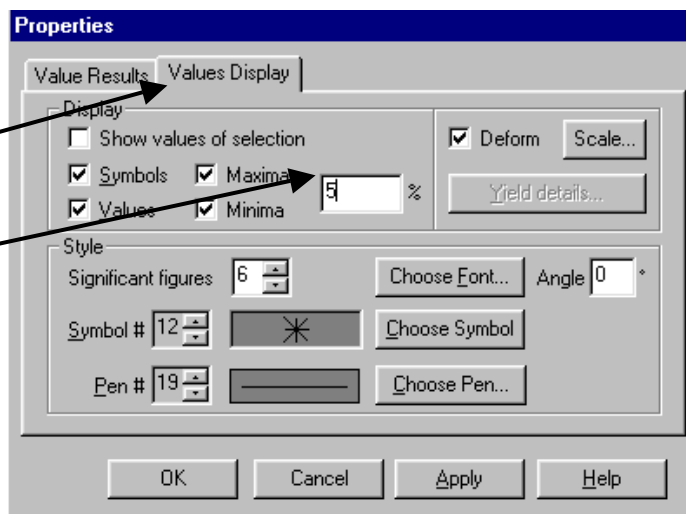

Fig. 49
- în aceeași casetă de dialog se selectează modul de afișare al rezultatelor (**Value Display**) (fig. 49): valori maxime și minime, procentul din numărul total al valorilor, dimensiunea și culoarea cifrelor rezultatelor și simbolul cu care marchează locul în care se înregistrează aceste valori